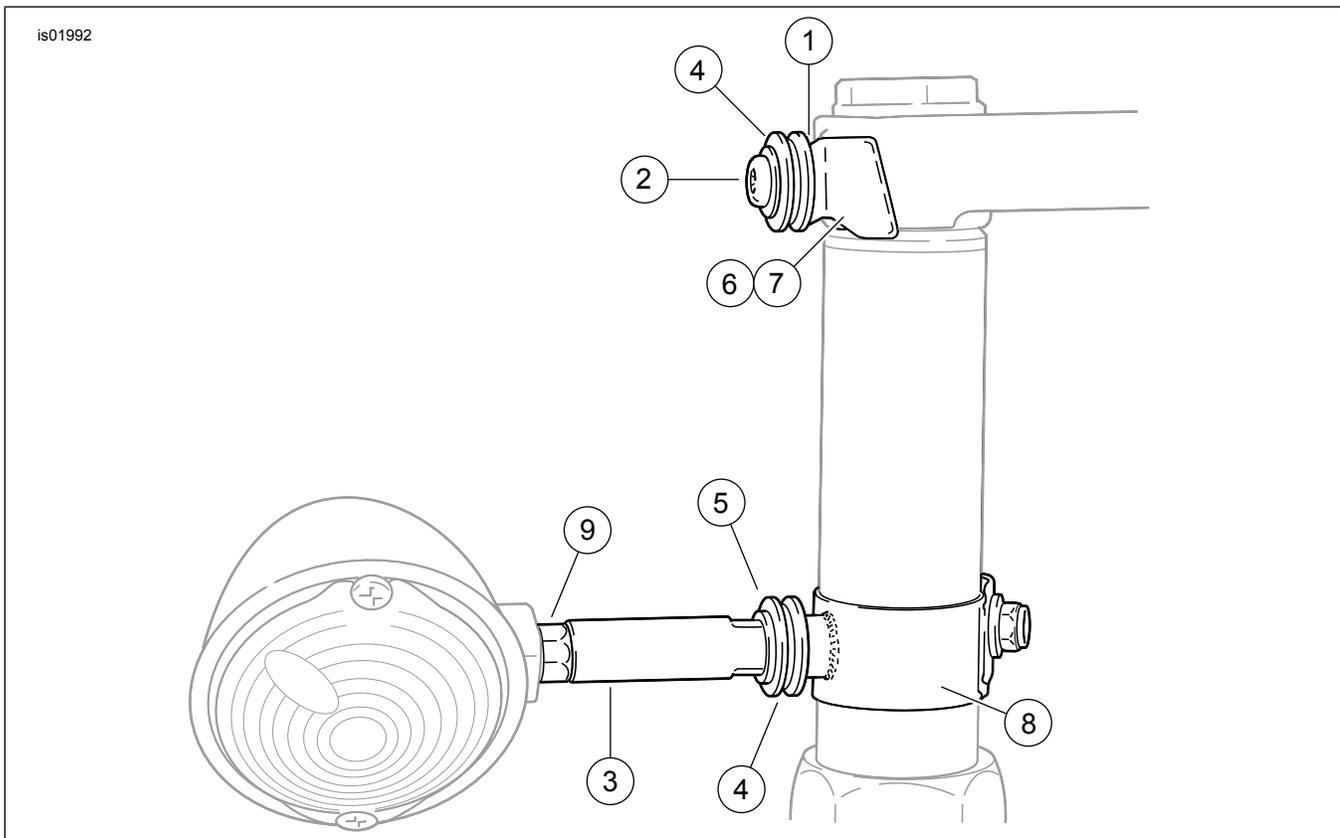
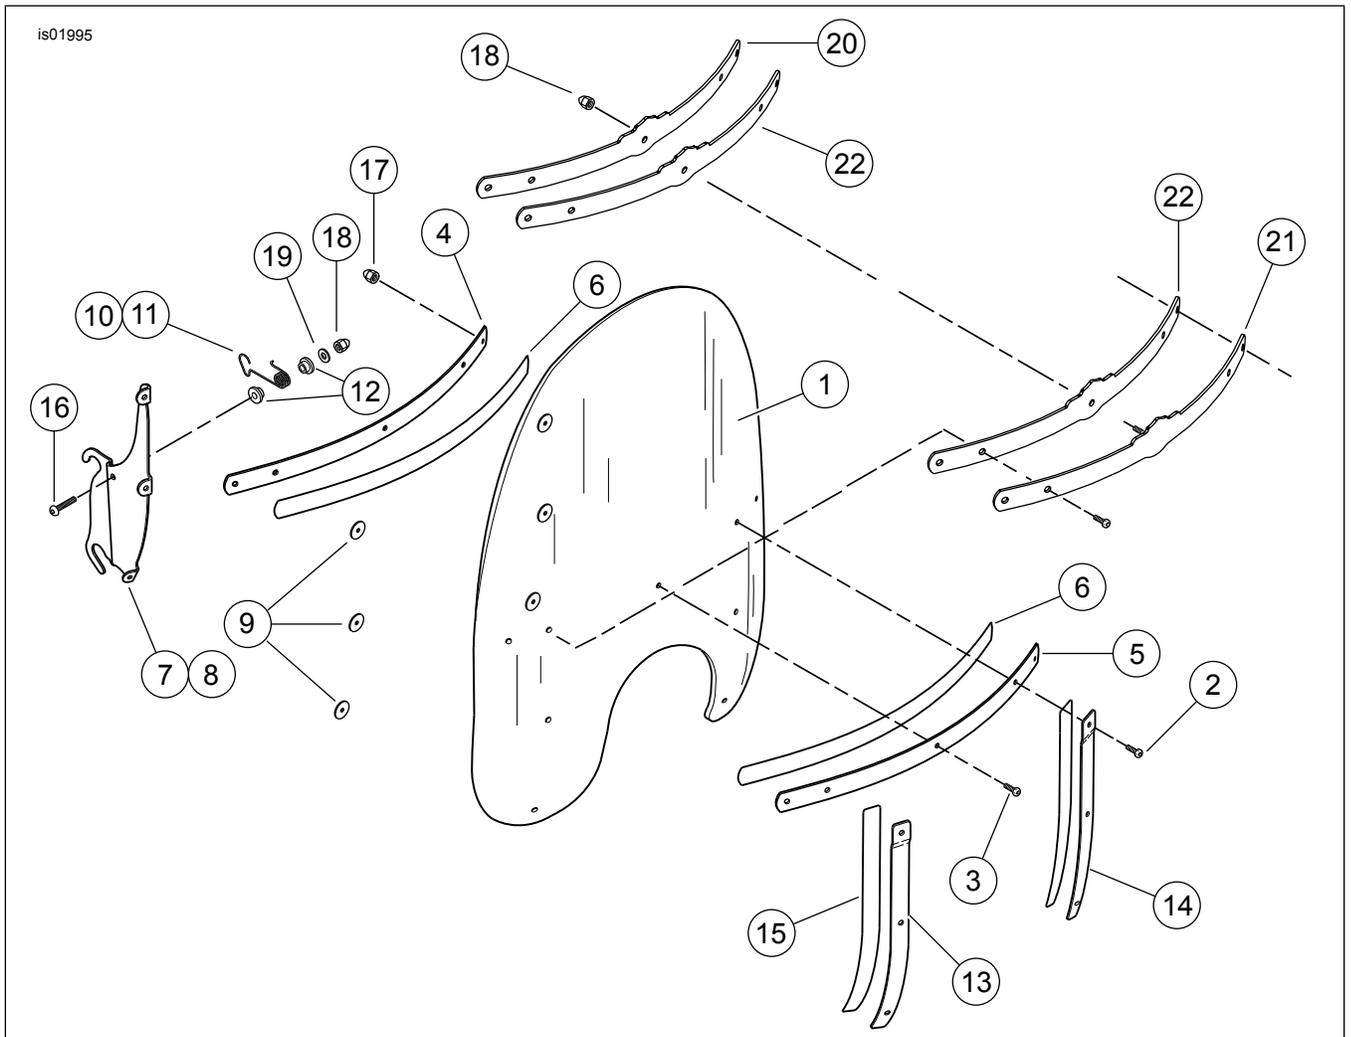
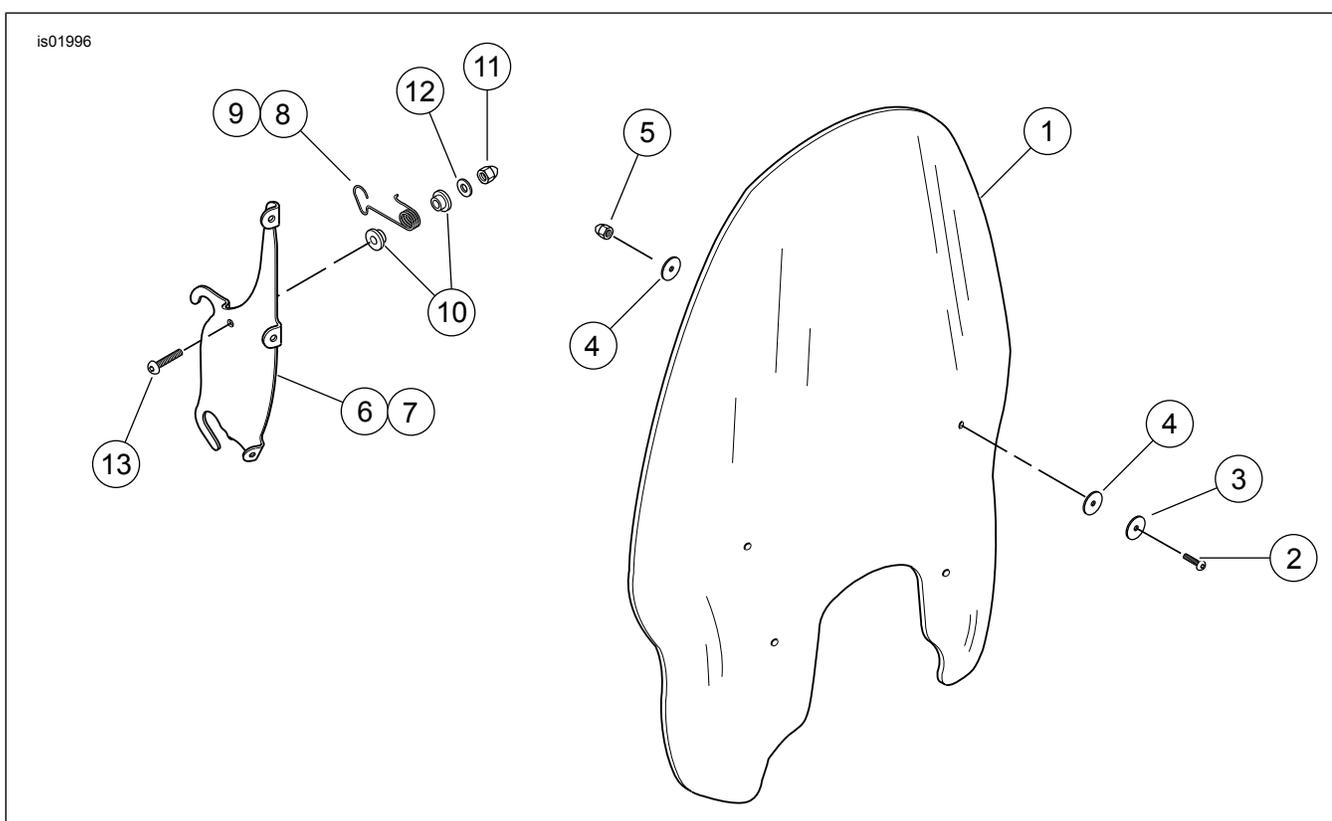

Figura 5. Piezas de servicio: elementos de sujeción de acoplamiento
Figura 6. Piezas de servicio: parabrisas
Figura 7. Piezas de servicio: kits de parabrisas
Vea Figura 5, Tabla 2 e Figura 6, Tabla 3 e Figura 7, Tabla 4.
3. **En todos los modelos, excepto el FXSTB:** Quite la luz de la señal de giro del lado derecho del manillar (lado del freno). Extraiga el receptáculo de la bola del conjunto de la señal de giro. Instale la arandela de seguridad (12) y la tuerca ciega cromada (11) del kit en el extremo del vástago del espejo para sujetar el espejo en su posición.
7. Vea Figura 5. Arme los elementos de sujeción de montaje inferior del parabrisas, tal como se muestra en la ilustración. Arme en el orden siguiente y deje flojo el conjunto:
- a. Busque los elementos de sujeción de montaje suministrados en kit de elementos de sujeción de acoplamiento. Enrosque la contratuerca (9), del kit de montaje, en el extremo del separador de la señal de giro que está en posición opuesta al extremo con partes planas (3).
- c. Coloque la arandela plana (5) y el buje (4) en el separador.
- d. Enrosque la abrazadera (8) en el separador.
8. Vea Figura 5. Arme los elementos de sujeción de montaje superior del parabrisas, como se muestra en la ilustración, y apriete los tornillos con cabeza de botón a 20 N·m (15 ft-lbs). El espaciador (1), que no es visible en la ilustración, cabe entre la pieza de soporte del retén de cables (6, 7) y la abrazadera triple superior de la horquilla.